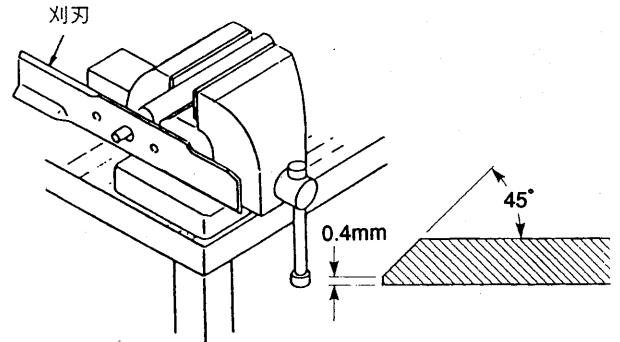

図65 刈刃のバランスの取り方
- (1) モアを本機から外して、上下ひっくり返して裏向きにする。
- (2) 刈刃とモアカバーの内側との間に木片をはさみ、刈刃を着脱するときの回り止めにする。
- (3) 刈刃締付けボルトを外し刈刃を取外します。
- (4) 刈刃の刃部の角度は図65のように45°にしておいてください。
- (5) 刃先厚を0.4mm確保してください。
- (6) 研ぎ上がった刈刃は取付ける前に回転のバランスを確認してください。刈刃のバランスが悪いと刈刃回転中に振動が発生しモアの破損の原因となります。もしバランスが取れていない場合は、バランスが取れるまで、刈刃の重い側を削ってください。